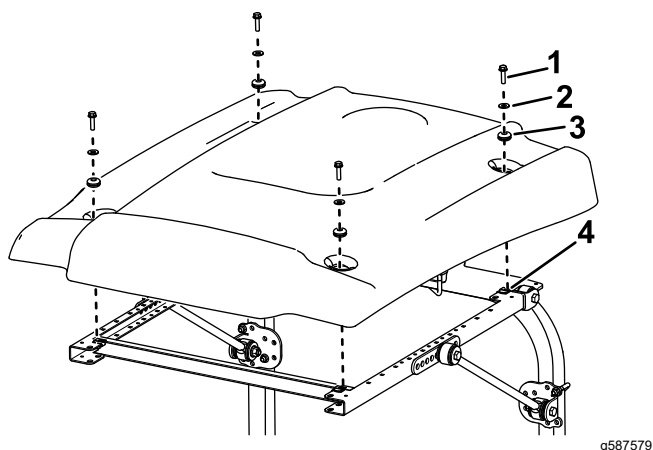

図 49
- 図 49 に示すようにサンシェードをフレームに載せて、取り付け穴を整列させる。
- サンシェードの各コーナー部をフレームに仮止めるフランジヘッドボルト 5/16 x 1" 1本、小さいワッシャ 1枚、ハトメ 1 個を使用する図 49。